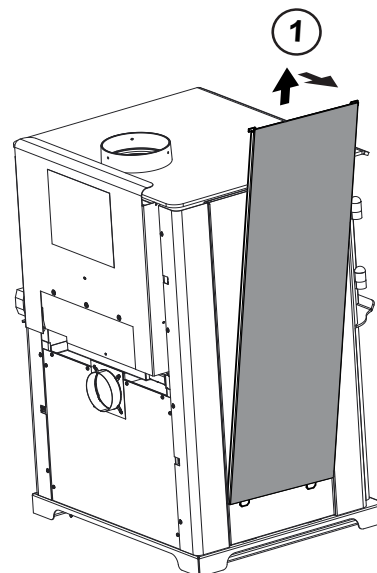

Figure 24.4
1. Retirez le panneau complet du côté en le soulevant et en le retirant de l'appareil (utilisez un outil plat afin de forcer le bas au besoin) (**Figure 24.4**).
4. Fixez à nouveau le cadre des tuiles (**Figure 24.4**).